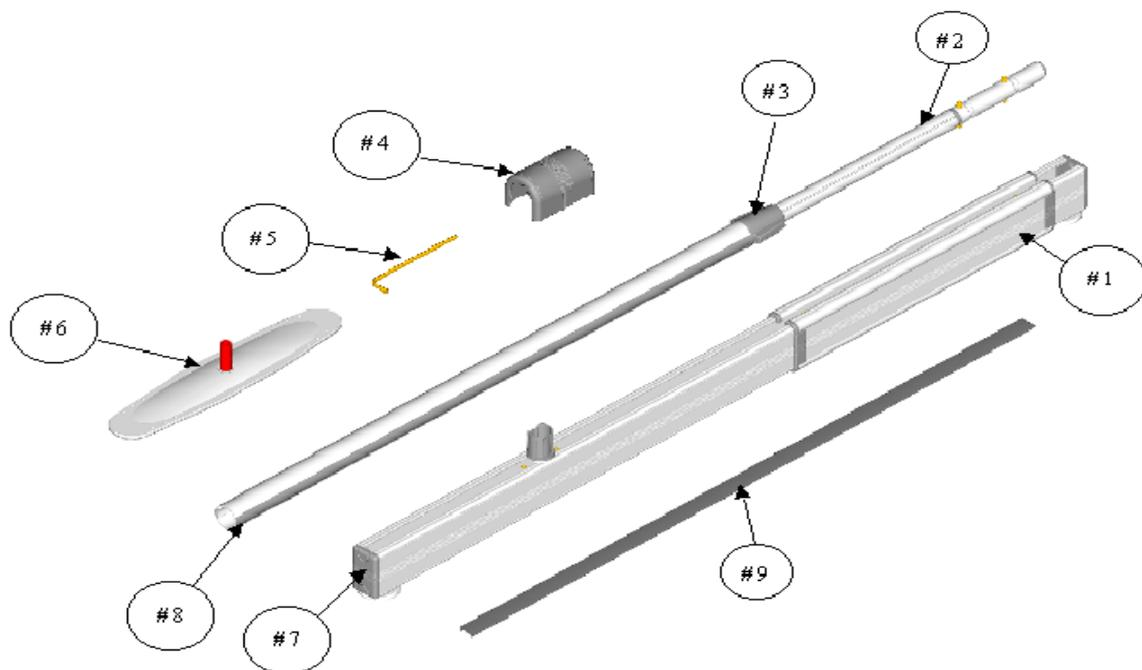
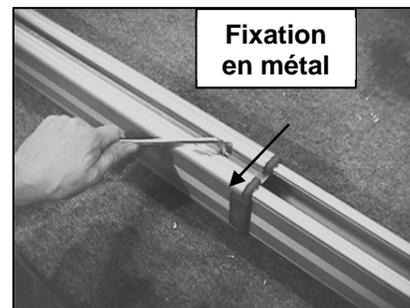
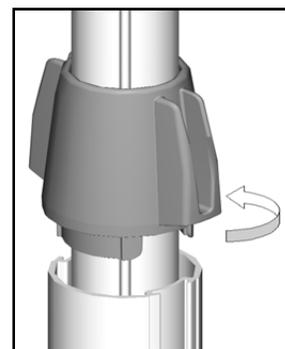

Figure 5
Figure 6
Figure 15
1. Retirez le rail pour l'adaptateur pour baignoire (voir la Figure 5 – item #1) hors de la boîte et placez-le sur ses supports ou sur ses pieds.
2. Utilisez une clé Allen 6 mm (voir la Figure 5 – item #5), desserrez les vis qui retiennent la fixation de métal et les vis pour permettre au rail de s'étirer ou de se rétracter aisément pour s'ajuster sur votre baignoire (voir la Figure 6).
9. Retirez le poteau pour baignoire (voir la Figure 5 – item #2) et la plaque supérieure (voir la Figure 5 – item #6) hors de la boîte.
14. Levez le dispositif de verrouillage bleu hors de la partie inférieure du poteau (voir la Figure 5 - item #3). Utilisez la pièce bleue comme une poignée et tournez le poteau comme suit (voir la Figure 15).
1. Assurez-vous que vous avez reçu toutes les composantes décrites à la Figure 5.